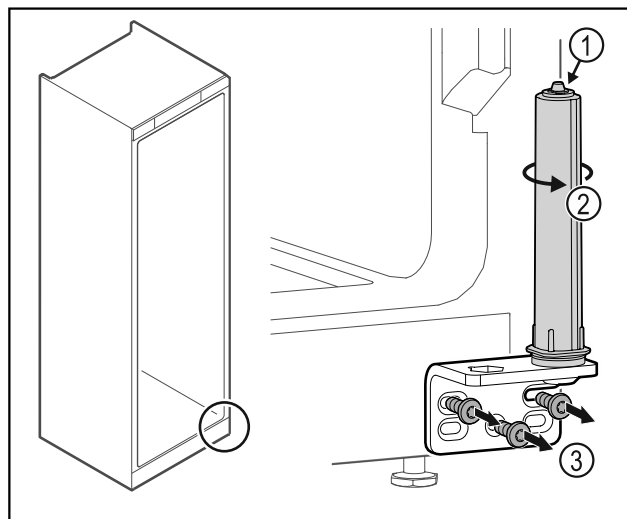

Fig. 39
- ▶ Ne razstavite sistema za zaklepanje vrat Fig. 39 (1).
- ▶ Obrčajte zaporni sistem Fig. 39 (2), dokler ne klikne.
- ▶ Odvijte kotnik tečaja vrat Fig. 39 (3).